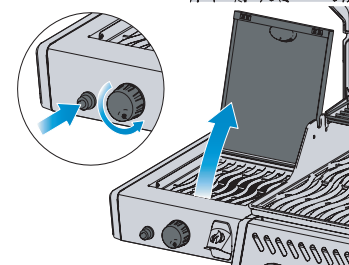

Fig. 3
4. Jeśli palnik nie zapala się - przekręć pokrętło palnika zgodnie z ruchem wskazówek zegara do pozycji OFF. Poczekaj 5 minut. Powtórz kroki 2 i 3. (Rys. 3)
3. Jednocześnie obracać odpowiednim pokrętłem palnika do góry. (Rys. 3)